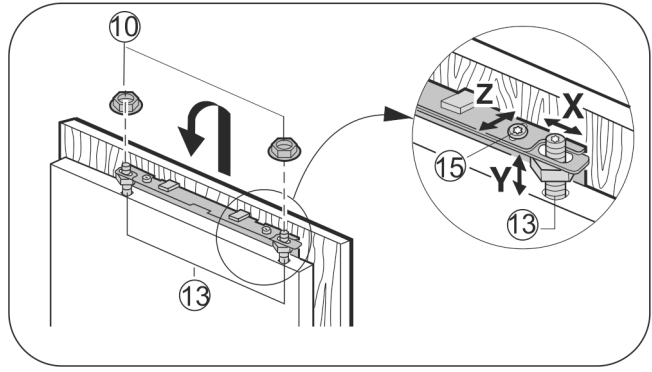

Fig. 19
- Ripusta kalusteovi säätötappeihin Fig. 19 (13) ja ruuvaa vastamutterit Fig. 19 (10) löysästi säätötappeihin.
- Kalusteoven kohdistaminen korkeussuunnassa Y ja sivuttaiskallistuksessa: Säädä säätötapit Fig. 19 (13) ruuvi-meisselillä.
- Kiristä vastamutterit Fig. 19 (10).